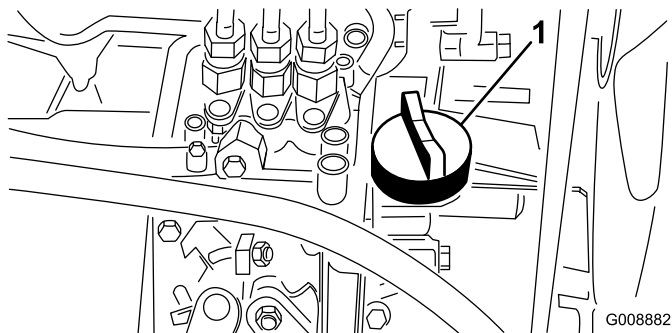

Figura 36
4. Se l'olio è insufficiente, togliete il tappo di rifornimento (Figura 36) ed aggiungete lentamente piccole quantità di olio, controllando spesso il livello, finché non raggiunge il segno di pieno sull'asta.